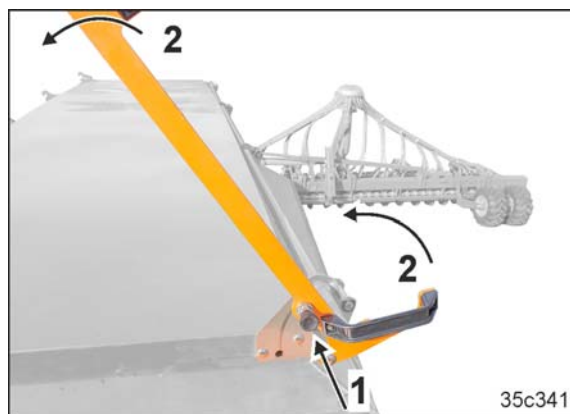

Fig. 254
3. Den Hebel nach oben verschwenken. Darauf achten, dass der federbelastete Bolzen einrastet (Fig. 254/1).
Die beiden Griffe (Fig. 254/2) dienen zum Öffnen des Vorratsbehälter-deckels.
2. Den Vorratsbehälterdeckel schließen. Die Griffe (Fig. 254/2) dienen zum Verschieben des Vorratsbehälterdeckels.